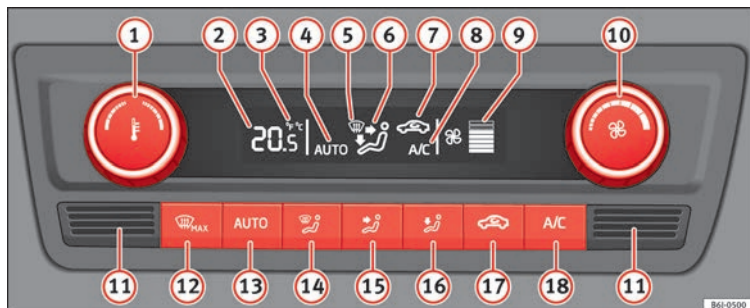

Abb. 155 Climatronic: Bedienelemente
Lesen Sie aufmerksam die zusätzlichen Informationen durch » Abb. 155 Seite 40.
- **A/C** (18) » Abb. 155 eingeschaltet.
Wenn Sie eine Taste drücken, wird die jeweilige Funktion eingeschaltet und die Klimaautomatik in Betrieb genommen, falls diese ausgeschaltet war, dies erfolgt außer bei Taste (17) » Abb. 155 (Umluft).
- Drehen Sie den Schalter (10) nach links, bis sich die Segmente der Spalte (9) » Abb. 155 ausschalten.
- Drücken Sie die Taste   **» Abb. 155.**
Drücken Sie gleichzeitig **2 Sekunden** lang die Tasten  und  **» Abb. 155.** Auf dem Display erscheinen die Daten in der gewünschten Einheit.
- Im unteren Teil befindet sich der Innenraumtemperatursensor  **» Abb. 155.** Überkleben oder überdecken Sie den Sensor nicht, da sonst die Climatronic ungünstig beeinflusst werden könnte.
- Drücken Sie die Taste   **» Abb. 155.** Auf dem Display erscheint **AUTO**.
- Nach dem Einschalten der Zündung können Sie mit dem Drehregler  **» Abb. 155** die gewünschte Innentemperatur einstellen.
- Drücken Sie die Taste   **» Abb. 155.** Das Symbol  erscheint auf dem Display.
- Drücken Sie die Taste   **» Abb. 155.** Das Symbol  auf dem Display verschwindet.
- Drehen Sie den Regler  » **Abb. 155** nach links (Gebläsedrehzahl verringern) bzw. nach rechts (Gebläsedrehzahl erhöhen).
- Drücken Sie die Taste   » **Abb. 155**.
» **Abb. 155** oder drücken Sie die Taste .